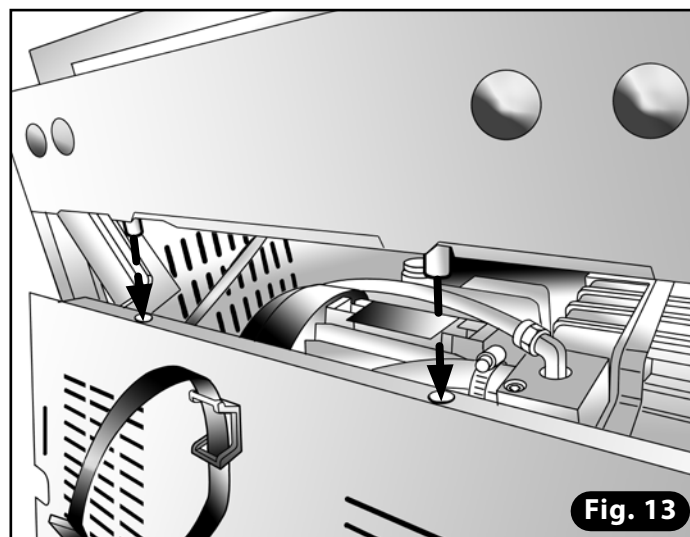
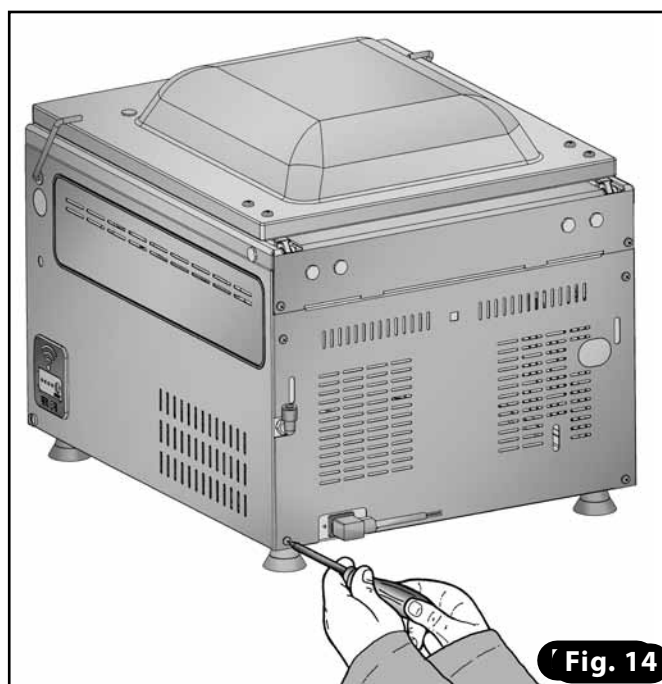

Fig. 13
Fig. 14
- 19) Replacer le panneau postérieur en vérifiant l'alignement dans la partie supérieure avec les parties saillantes des pivots charnière (**Fig. 13**). Serrer les vis du panneau postérieur pour compléter la procédure (**Fig. 14**).